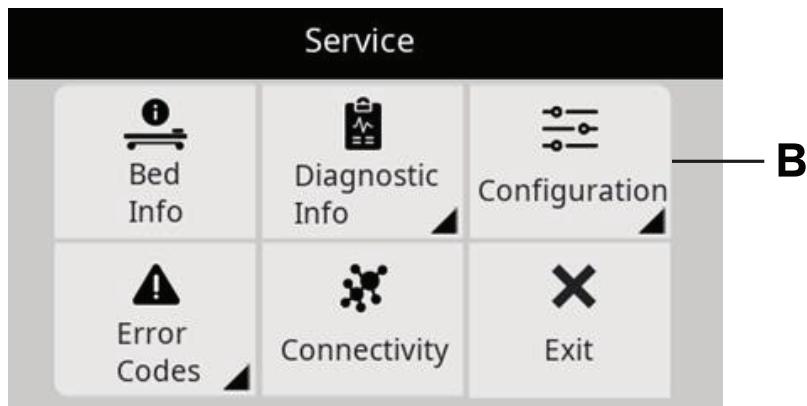

Figure 5 – Menu d’entretien du ProCuity
3. Accéder au menu d'entretien et sélectionner **Configuration (B)** (Figure 5).